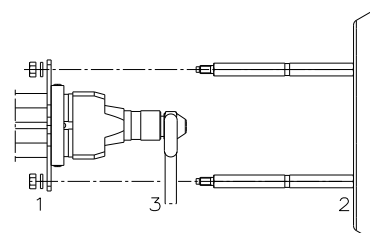

Abb. 15
- Die Düse mit dem Schlüssel 3)(Abb. 15) ersetzen.